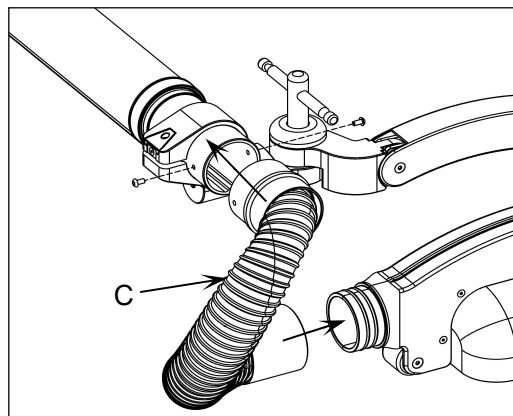

图 13
2. 如图 13 所示，安装波纹管组件（C），先将波纹管组件安装到悬臂前端（安装螺钉预固定在悬臂上），再将波纹管组件与护罩连接。